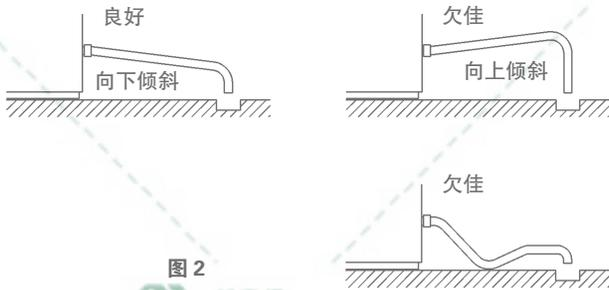

图 2
- \* 为防止排水回流到储冰箱内，请依照图 2 所示连接排水软管。